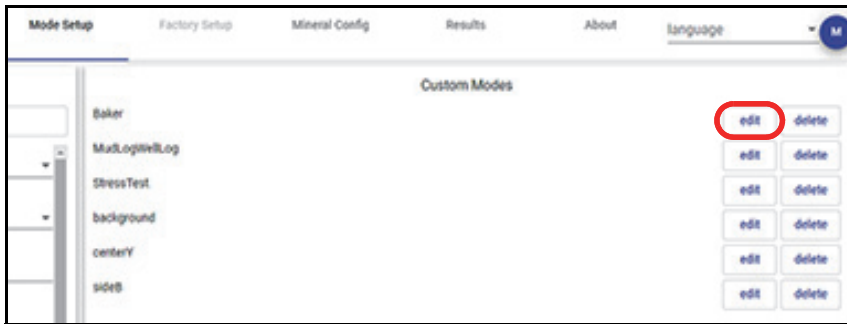

Abbildung 5-14 Schaltfläche Edit
1. Wählen Sie die Schaltfläche **Edit** (Bearbeiten) aus (Abbildung 5-14 auf Seite 86).